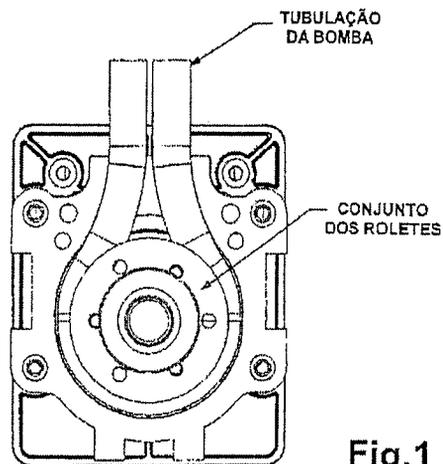

Fig.1
4. Desconecte o conector rápido da linha de água pressionando o botão cinza (veja fig. 1 & 2).
5. Deslize a trava para frente. Levante a plataforma suavemente e puxe para frente para dar acesso ao conector elétrico (veja fig.1).
6. Desconecte o conector elétrico apertando as travas laterais e puxando para fora. Levante e remova a plataforma das bombas (veja fig. 1).
2. Remova as duas abraçadeiras brancas de plástico de mangueira das conexões das bombas (veja fig.1&2). Remova os tubos de transporte de concentrado das extremidades das mangueiras.